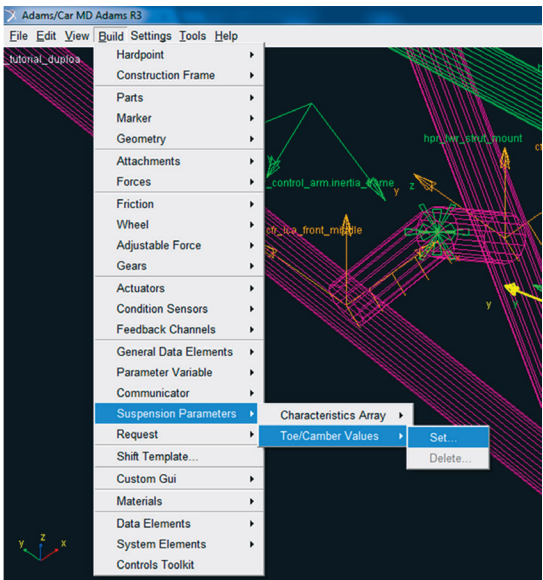

Figura 5.74 – Definição de parâmetros de *Toe* e *Camber* da suspensão.
- Acesse o menu *Build* → *Suspension Parameters* → *Toe/Camber Values* → *Set* (Figura 5.74).